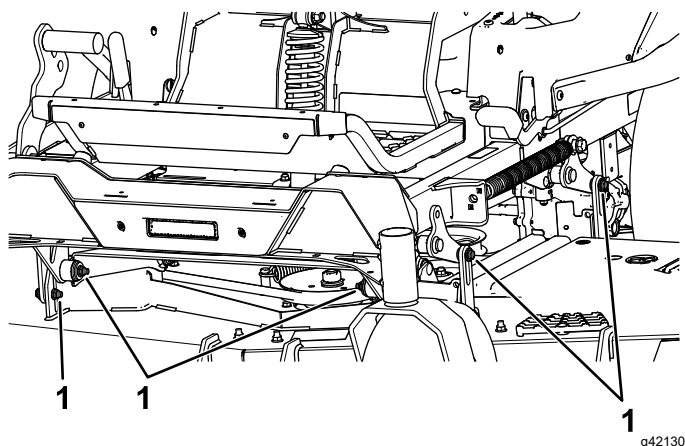

Figure 89
7. Enlevez et conservez les boulons et écrous de chaque côté de la machine (Figure 89).